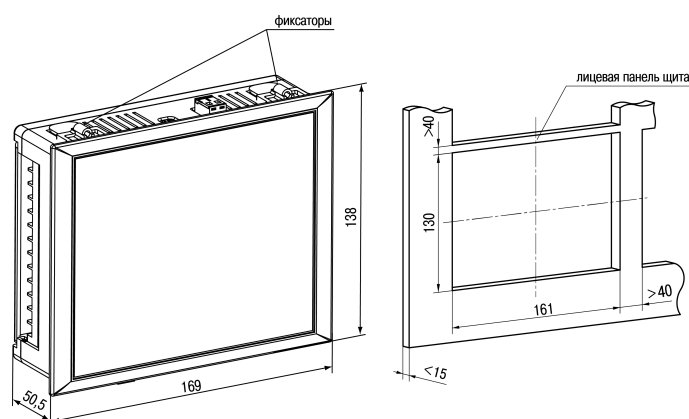

Рисунок 4.5 – Габаритные размеры корпуса Щ7
1. Подготовить на щите управления монтажный вырез для установки прибора (см. рисунок 4.5).